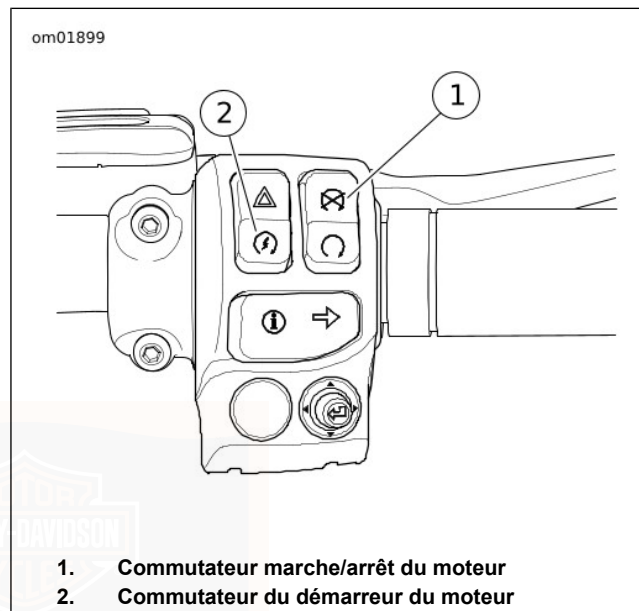

Figure 43. Commandes sur la droite du guidon
2. Voir Figure 43. En présence d'un porte-clés du système de sécurité attribué, mettre le commutateur MARCHE/ARRÊT en position MARCHE.